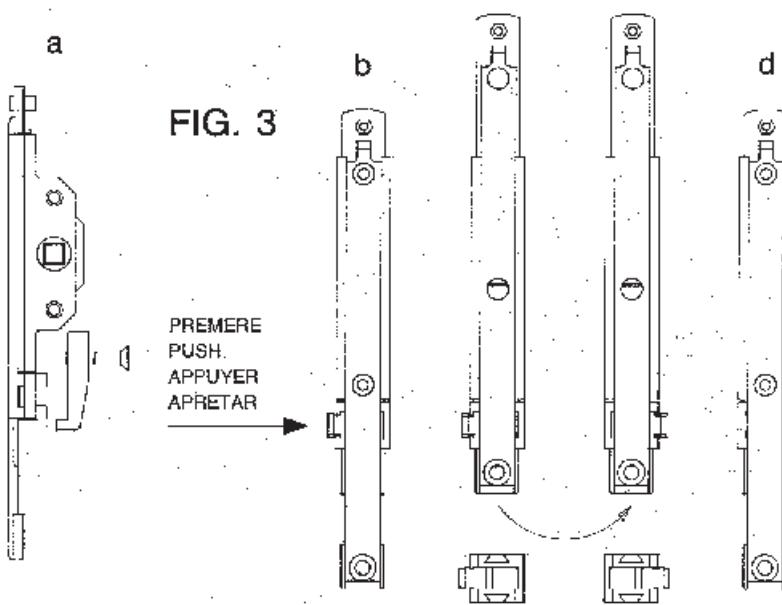

FIG. 3
- 4) Il meccanismo M180 viene fornito montato per aperture destre. È possibile effettuare la reversibilità della mano nel seguente modo: (vedi fig. 3). a) Togliere il supporto falso manovra svitando la vite autofilettante che lo sostiene. b) Premere lo slittino falso manovra e far scorrere la parte superiore della movimentazione M180 per tutta la sua corsa. c) Agire sopra il gruppo falso manovra sfilarlo dall'incastro a coda di rondine, ruotarlo di 180°, quindi reinserirlo nella movimentazione accertandosi di collegarlo al corpo tramite l'incastro. d) Riportare nella posizione iniziale la parte superiore della movimentazione tenendo premuto lo slittino falso manovra. e) Reinserire il supporto falso manovra utilizzando la vite che lo sosteneva.
- 4) The M180 mechanism is supplied ready-mounted for right-hand opening. To reverse the direction of opening: (see fig. 3). a) Remove the false manoeuvre support by unscrewing the self-threading screw which holds it in position. b) Press the false manoeuvre catch, and run the upper section of the M180 mechanism the entire length of its travel. c) Force the false manoeuvre unit out of the dovetail, turn it through 180°, then insert it in the mechanism again, making sure that it fixed to the main body by the dovetail. d) Return the upper section of the mechanism to its original position by holding down the false manoeuvre catch. e) Replace the false manoeuvre support using the screw which held it originally.
- 4) Le mécanisme M180 est fourni pour des ouvertures à droite. On peut inverser le sens d'ouverture en effectuant les opérations suivantes: (voir fig. 3): a) Retirer le support de fausse manœuvre et faire coulisser la partie haute du mécanisme M180 jusqu'en fin de course. b) Appuyer sur la dent de fausse manœuvre et l'extraire de l'assemblage en queue d'aronde, le tourner de 180° puis l'introduire à nouveau dans le mécanisme et vérifier, s'il est bien fixé au corps au moyen de l'assemblage correspondant. d) Ramener la partie haute du mécanisme sur la position initiale en maintenant appuyée la dent de fausse manœuvre. e) Introduire le support de fausse manœuvre en utilisant la vis qui supportait.
- 4) El mecanismo M180 se suministra ya preparado para aperturas hacia la derechas. Es posible cambiar el sentido de apertura siguiendo las instrucciones indicadas a continuación: (ver fig. 3). a) Quitar el mecanismo de falsa maniobra desenrollando el tornillo que lo sostiene. b) Apretar el diente de falsa maniobra y hacer deslizar la parte superior del dispositivo M180 a lo largo de toda la carrera disponible. c) Actuar sobre el grupo de falsa maniobra para extraerlo del encaje en forma de cola de milano, girarlo 180° y volver a introducirlo en el dispositivo asegurándose que quede conectado al cuerpo por medio del encaje correspondiente. d) Volver a poner la parte superior del dispositivo en la posición inicial, sin dejar de apretar el diente de falsa maniobra. e) Introducir de nuevo el mecanismo de falsa maniobra utilizando el tornillo que lo sostiene.